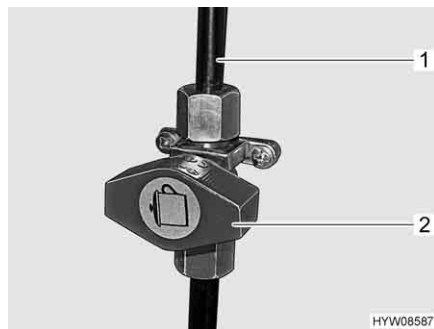

Fig. 43 Simbolo sul rubinetto di arresto del gas
Nel veicolo, il fornello a gas è dotato di un rubinetto di arresto del gas (Fig. 43,2).
- Posizionare il rubinetto di arresto del gas parallelamente alla tubatura (Fig. 43,1) che alimenta il fornello a gas.
- Posizionare il rubinetto di arresto del gas trasversalmente alla tubatura (Fig. 43,1) che alimenta il fornello a gas (Fig. 43).